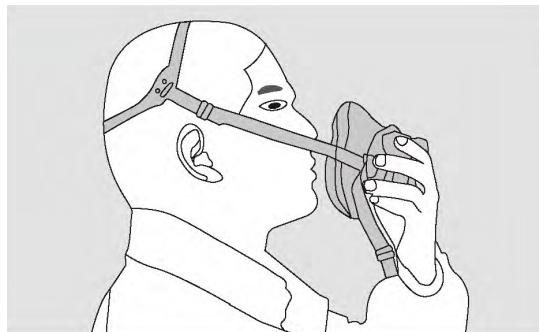

Рис.1
- 1) Надеть верхнюю головную ленту на голову (как показано на рис. 1).